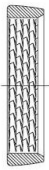

Figura 8
4. L'anello di bloccaggio n. 6950 (v. figura 8) deve essere sostituito dopo ogni smontaggio